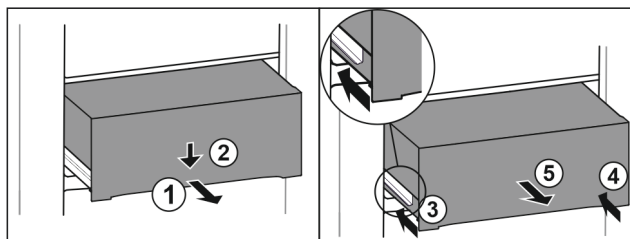

Fig. 70
- Vytiahnite zásuvku do polovice. Fig. 70 (1)
- Zatlačte zásuvku na prednej strane smerom nadol. Fig. 70 (2)
- Zasuňte ľavú koľajničku o cca 2 cm. Fig. 70 (3)
- Zasuňte pravú koľajničku o cca 2 cm. Fig. 70 (4)
- Odoberte zásuvku dopredu. Fig. 70 (5)